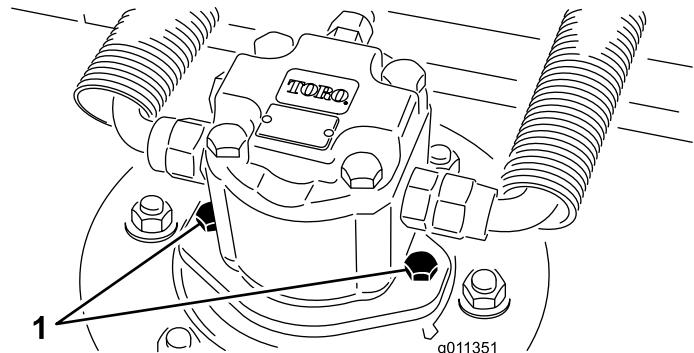

Bild 97
2. Klemmen Sie den Hydraulikmotor vom Mähwerk ab und entfernen ihn (Bild 97). Decken Sie die Spindeloberseite ab, um einer Verunreinigung vorzubeugen.
3. Montieren Sie den Hydraulikmotor am Mähwerk (Bild 97) Stellen Sie sicher, dass sich der O-Ring unbeschädigt in seiner Position befindet.